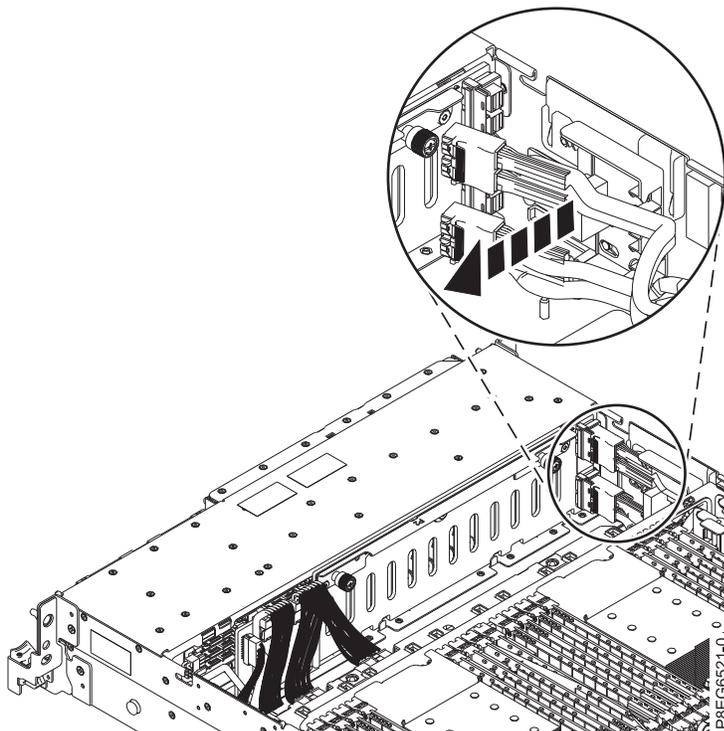

Figura 2. Extracción de los cables SAS frontales del bloque de guía
4. Tire del extremo desconectado de los cables fuera del bloque de guía de plástico de la parte lateral del chasis del sistema, como se muestra en la Figura 2.